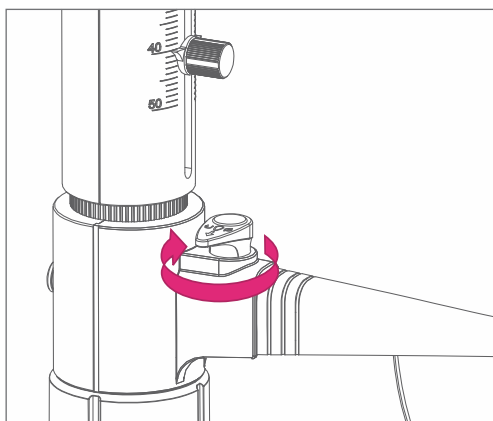

Abb.5
1. Drehen Sie den Drehknopf auf Rückführ-Modus. (Abb. 5)